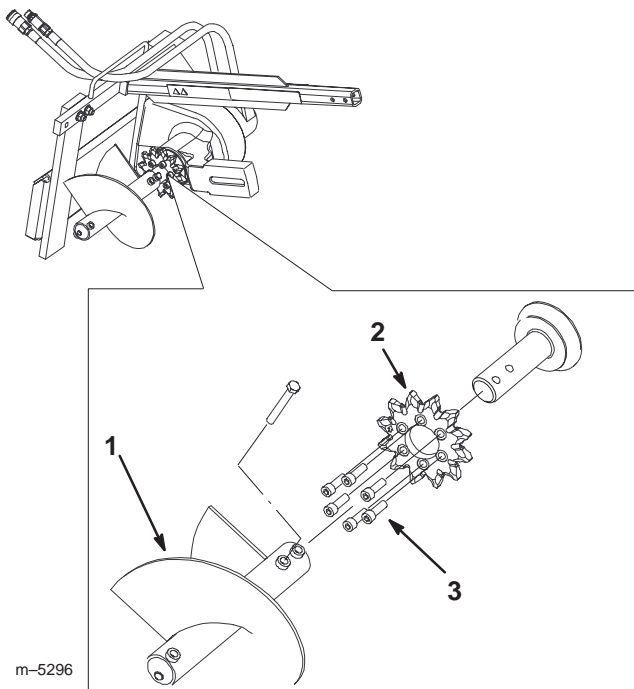

Figura 8
11. Deslice el nuevo piñón sobre el eje, según muestra la Figura 8.